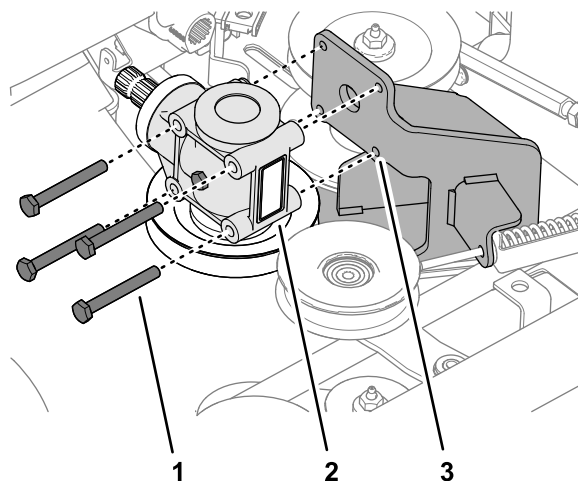

Figure 118
2. Retirez les 4 boulons qui fixent le boîtier d'engrenages du plateau de coupe à son support (Figure 118).
1. Alignez les trous du boîtier d'engrenages du plateau de coupe et ceux du support du boîtier ; voir la Figure 118 sous Dépose du boîtier d'engrenages \(page 84\).